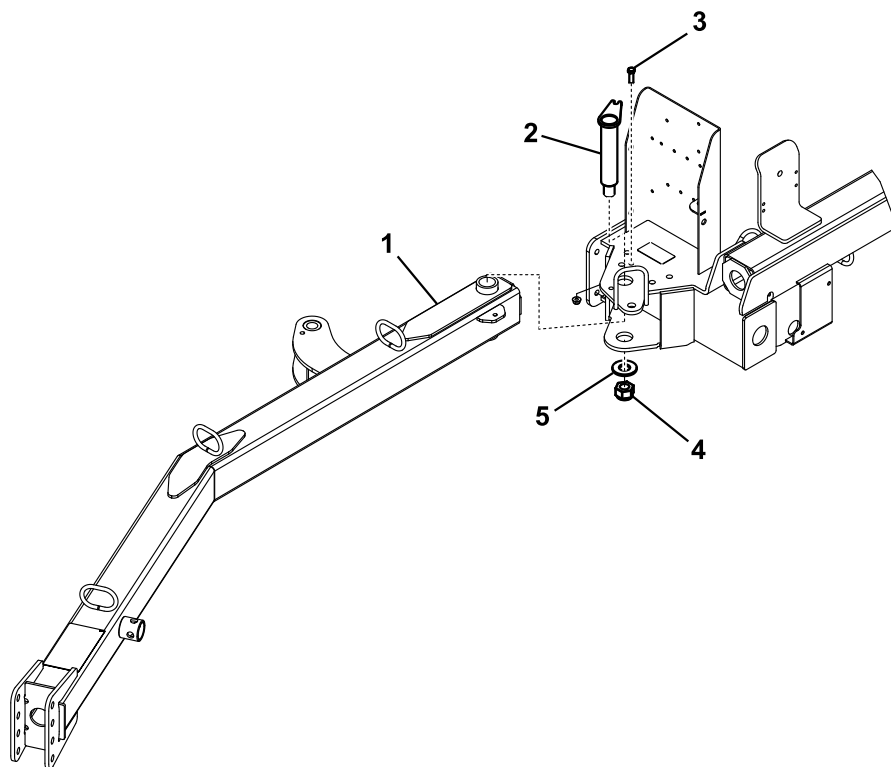

図 3
1. ヒッチ・トングの後端部をスィーパの取り付けプレートの中に入れ、取り付け穴を整列させる (図 3)。
2. 取り付けプレートとヒッチ・トングにヒッチ・ピンを通す (図 3)。
3. 3/8 x 1-1/4" キャップスクリューと 3/8 in ロックナットで、ヒッチ・ピンの上部を取り付けプレートに固定する (図 3)。
4. 大きいワッシャ、大きいナット、角頭の固定ネジを使って、ヒッチ・ピンの下部を固定する (図 3)。